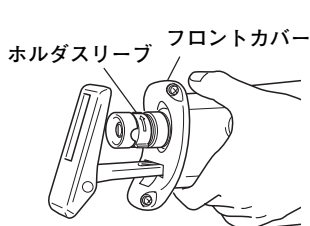

図 3
- (1) スイッチ引金を何回か入り切りして、ホルダスリーブがフロントカバーからいっぱいまで飛び出した状態にします。その後、スイッチを切り、さし込みプラグを電源から抜いてください。(図3)
スイッチ引金を何回か入り切りして、ホルダスリーブがフロントカバーからいっぱいまで飛び出した状態にします。その後、スイッチを切り、さし込みプラグを電源から抜いてください。(図3)